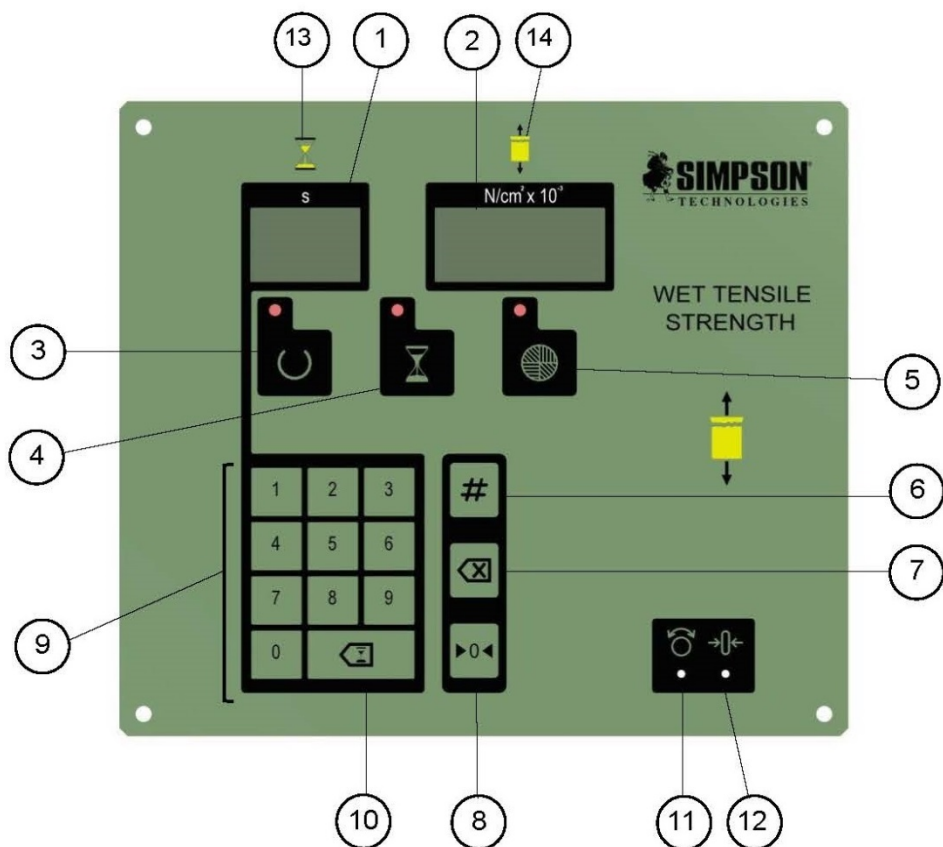

Рис. 7-1 – Панель электронного управления
- ». Сотрите значение предела прочности на влажную деформацию, нажав кнопку «Очистить дисплей при растяжении» (Рисунок 7-1, Пункт 7). Отображение нагрузки на разрыв на влажной поверхности (Рисунок 7–1, Поз. 2) изменится на ноль. Если этот шаг не приводит к обнулению дисплея нагрузки, то нажмите кнопку Zero Tensile Display (Рисунок 7–1, Пункт 8) для обнуления дисплея нагрузки).
- ». При необходимости сотрите время нагрева, нажав кнопку «Очистить время» (рис. 7-1, поз. 10).
- » Индикатор готовности к запуску (рисунок 7-1, пункт 3) не горел.
3. Используя цифровую клавиатуру (рис. 7-1, поз. 9), введите короткое время нагрева (2 секунды). См. Раздел 5.2 «Выполнение теста влажной прочности на разрыв» для подробной процедуры программирования времени нагрева.
5. Нажмите кнопку (рис. 7-1, Пункт 6). Стол и калибровочная гильза поднимутся и соприкоснутся с нагревательной плитой. Стол будет находиться в этом положении в течение заданного времени нагрева. После этого стол будет медленно опускаться, а фланец калибровочной гильзы соприкоснется с опорными штифтами измерительной вилки.